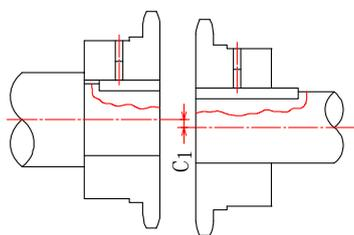

図3. 偏心
- (3) 次に、チェーンを外し偏角を測定します。両側のカップリング面が平行であるかを検査します。図3の sprocket の間の寸法Cを、ハブまわり90°ごとの位置にてインサイドマイクロメータ等で測定し、その寸法の差が表1に示す許容値以下でなくてはなりません。超えていれば調整が必要です。C寸法は表2を参考にチェーンが無理なく左右に動くだけの遊びが有る事を確認してください。